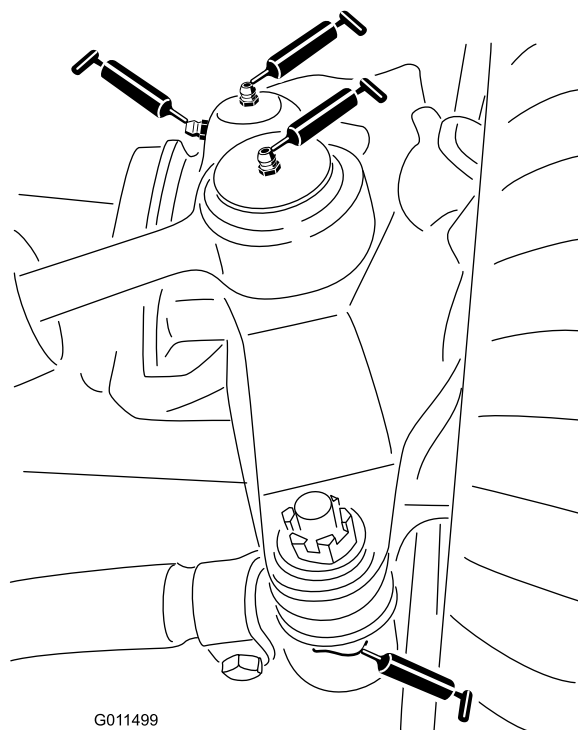

Figura 63
- 2 giunti a sfera del cilindro di sterzata (Figura 63)
- 2 giunti a sfera del tirante (Figura 63)
- 2 boccole del perno del fuso a snodo (Figura 63). **Il raccordo superiore sul perno del fuso a snodo richiede soltanto una lubrificazione annuale (2 pompare).**